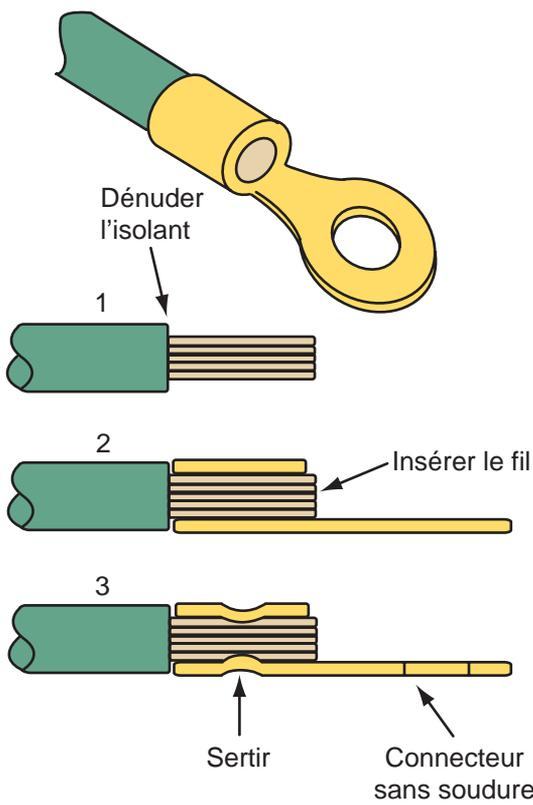

Figure 2-58 Installation et sertissage d'un connecteur sans soudure.
ÉTAPE 13 Placez l'une des extrémités dénudées du conducteur de remplacement dans la nouvelle borne terminale, puis sertissez le fil dans la pièce de raccord (**figure 2-58**).